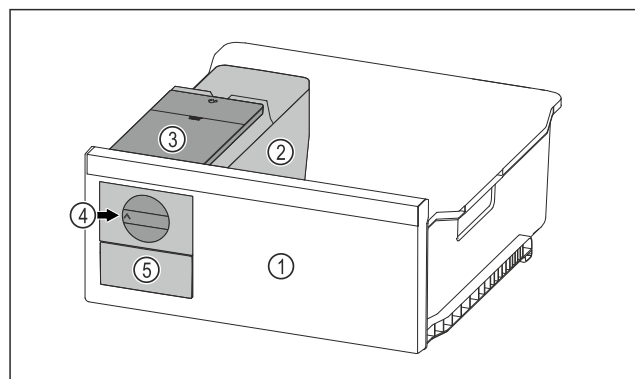

Fig. 78 Beispielhafte Darstellung
- Drehknopf Fig. 78 (4) im Uhrzeigersinn bis zum Anschlag drehen.
- Eiskwürfel fallen aus der Eiskwürfelschale in das Eiskwürfelschubfach Fig. 78 (5). Wenn sich nicht alle Eiskwürfel aus der Eiskwürfelschale herauslösen: